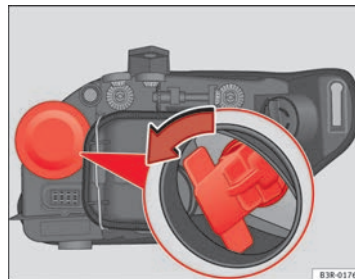

Fig. 221 Lámpara luz intermitente
- Extraiga el portalámparas asiéndolo por la empuñadura y girando en el sentido contrario de las agujas del reloj ⇒ fig. 221.